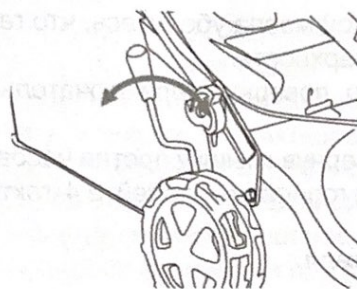

Рис. 6
- Верните рычаг в исходное положение, чтобы установить желаемую высоту среза. Убедитесь, что ручка плотно и надежно входит в свой зазубренный держатель. Такие препятствия, как скошенная трава, не должны мешать передвижению и работе газонокосилки. (рис.6).